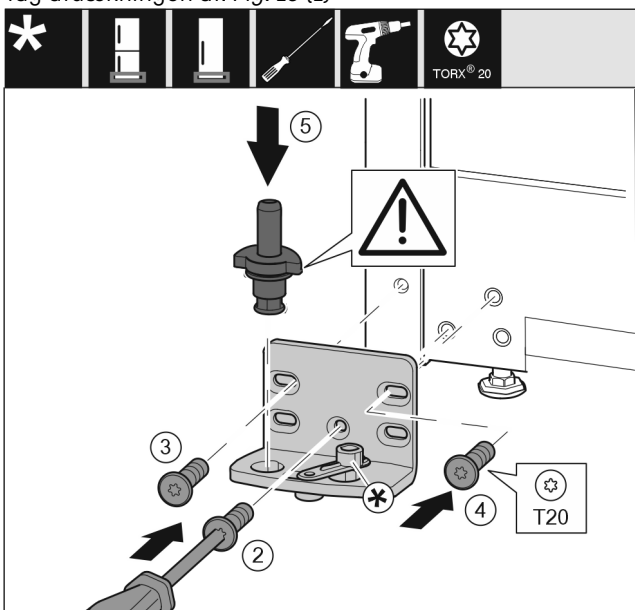

Fig. 14
- ▶ Sæt hængselkonsollen på i den anden side, og skru den fast med en skruetrækker T20. Begynd med skruen 2 fornedet i midten. Fig. 14 (2)
- ▶ Stram skrue(r)ne 3 og 4. Fig. 14 (3,4)
- ▶ Sæt hængselbolten helt i. Sørg i den forbindelse for, at låsekammen vender bagud. Fig. 14 (5)